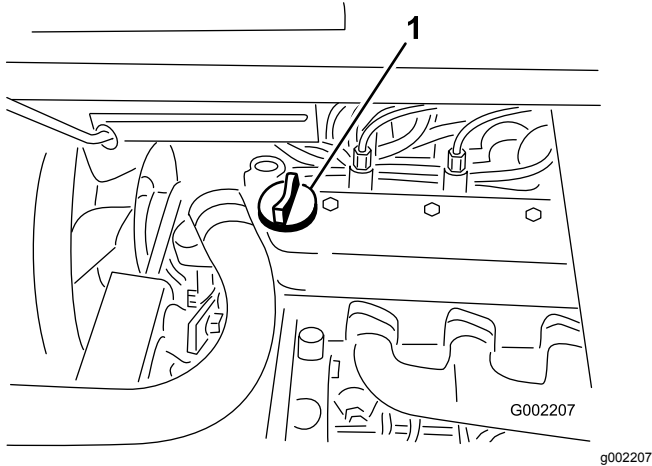

図 19
3. 油量が少なければバルブカバー(図 19)の上についている補給口を開け、ディップスティックの Full マークまでオイルを補給するオイルの種類や粘度